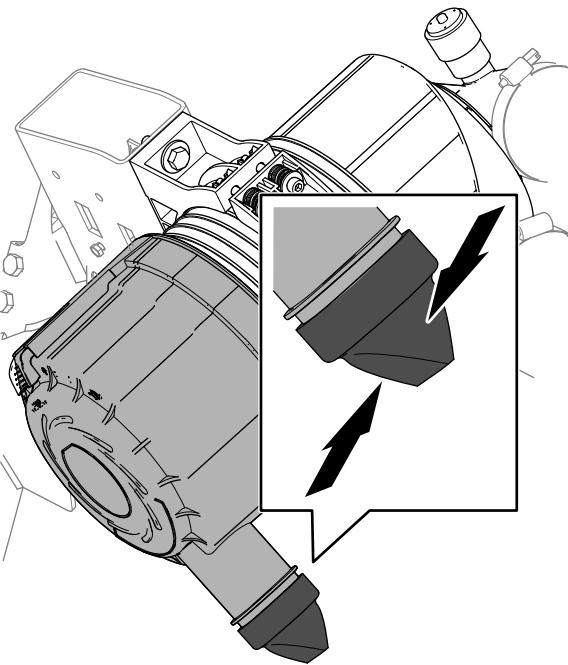

Bild 118
4. Drücken Sie auf das Staubaustragsventil (Bild 118).